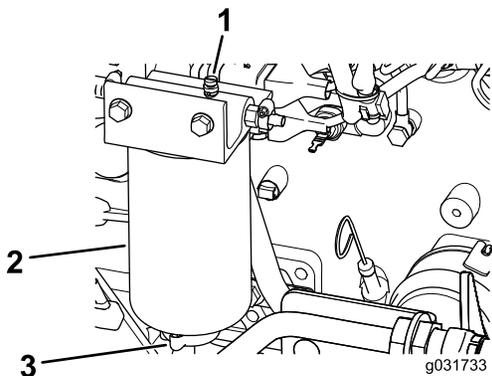

図 105
2. フィルタ容器 図 105 下部のドレンプラグをゆるめて水や異物を流し出す。
2. ベントプラグをゆるめ、ドレンバルブを開いて、少量の燃料を排出する 図 105。